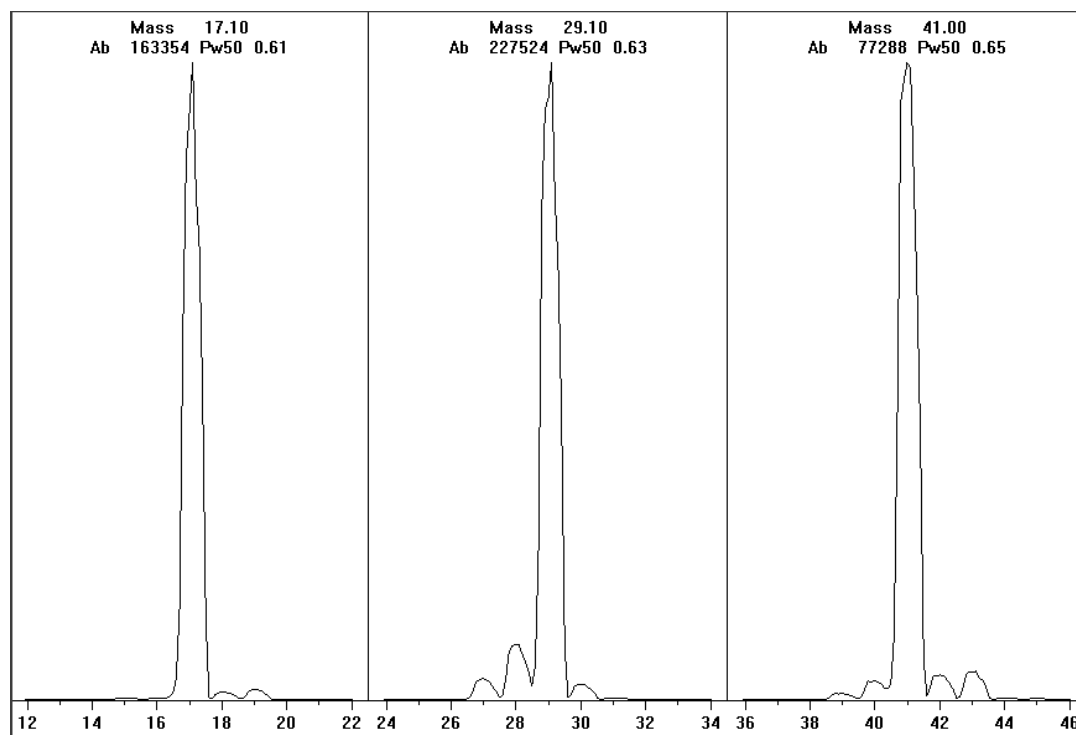

Рис. 29 Графики ионов-реагентов
- 5 Изучите данные об ионах-реагентах на дисплее (**Рис. 29**).